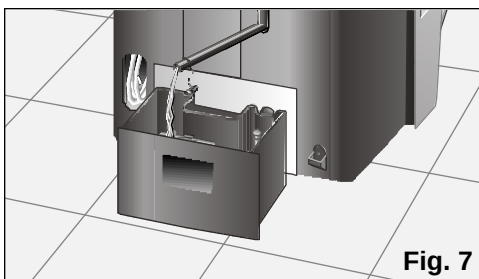

Fig. 7
- ❑ No caso de ser necessário inclinar o equipamento para facilitar o seu transporte, será preciso esvaziar a água que se encontra no depósito interno do mesmo, retirando o tubo de escoamento do seu alojamento e desmontando o tampão, **Fig. 7** para evacuar a água gerada. Depois do depósito ter sido esvaziado, não se esqueça de colocar o tampão e o tubo no seu alojamento.